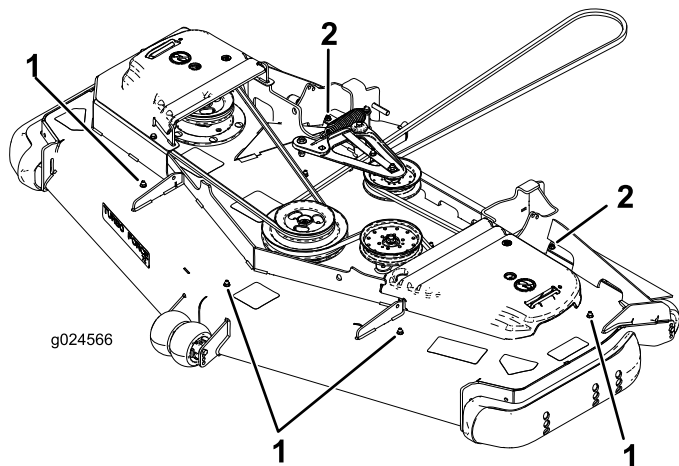

Figura 2
- Carcasas de 72 pulgadas: retire los 4 tornillos allen (5/16-18 x 3/4 pulgada) y las tuercas con arandela prensada que taponan los taladros de montaje vacíos de la carcasa, y la fijación del faldón interior del guardabarros de cada lado (Figura 2).